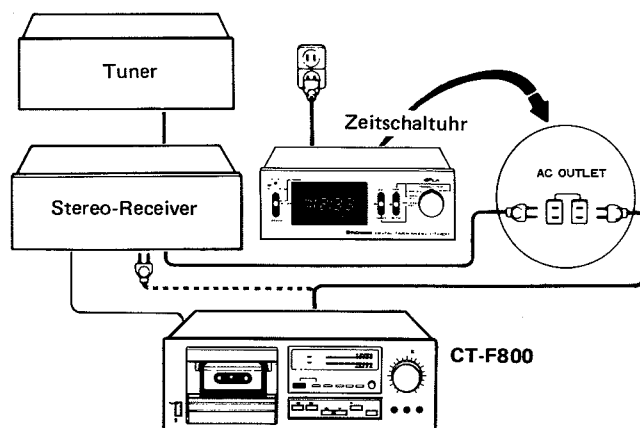

Abb. 6
1. Verbinden Sie das Netzkabel des CT-F800 gemäß Abb. 6 mit der Zeitschaltuhr. Schließen Sie außerdem das Netzkabel des angeschlossenen Stereogerätes (Receiver, Tuner, Verstärker usw.) an, so daß die Ein/Aus-Funktionen dieses Gerätes durch die Zeitschaltuhr gesteuert werden.
1. Schließen Sie das Gerät gemäß Abb. 6 an, und stellen Sie die Regler entsprechend dem Verfahren unter "Wiedergabe" Schritte 1 bis 5 auf Seite 11 ein.